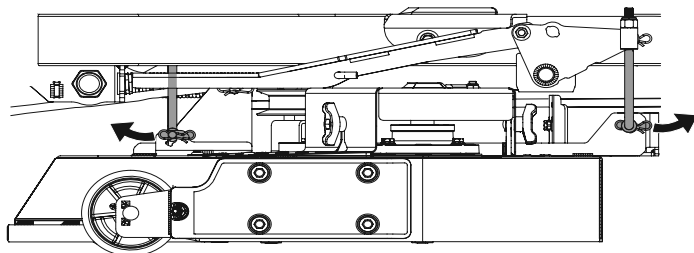

Figura 51
8. Extraiga el pasador de chaveta del extremo de la horquilla inferior de cada varilla de ajuste de altura de la plataforma. Hay uno al frente y uno atrás de cada lado de la plataforma. Consulte la Figura 51. (Se muestra lado izquierdo).